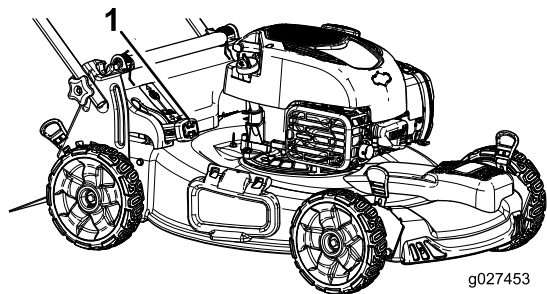

Bild 18
- Zum Sammeln des Schnittguts und Laubs drücken Sie die Taste am Hebel für den zuschaltbaren Fangkorb und bewegen den Hebel nach vorne, bis die Taste am Hebel herauspringt (**Bild 18**).